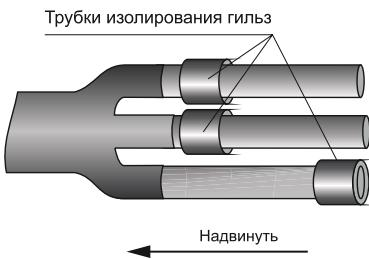

Рисунок 9
4.21 На жилы одного из кабелей надеть термоусаживаемые трубы для изолирования гильз, сдвинув их к основанию перчатки (рисунок 9).